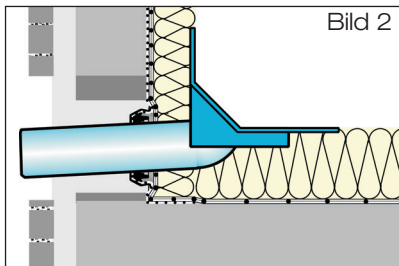

Bild 2
- 5.2.1 Bohrungen  $\varnothing$  10 mm für Schiebeflansch mit Anschlussmanschette bzw. Schiebeflansch mit Kompressionsdichtungen zum Anschluss der Dampfsperre entsprechend der Vorgabe nach Tabelle 3 erstellen (Bild 2).
- 5.4.2 Ablaufrohr des Dachablaufs entsprechend der baulichen Gegebenheiten abhängen. Dichtelement (bei Schiebeflansch DN 70) bzw. Klemmring (bei Schiebeflansch DN 100) innen und Ablaufrohr des Attikaablaufs außen hinreichend mit LORO-X Gleitmittel versehen. Ablaufrohr des Dachablaufs in den Schiebeflansch bis in seine Einbauposition einführen (Bild 2). Entstandene Hohlräume in der Wärmedämmung schließen. Ablaufrohr im Wandbereich mit ausreichender Wärmedämmung versehen und Dachablauf fixieren.